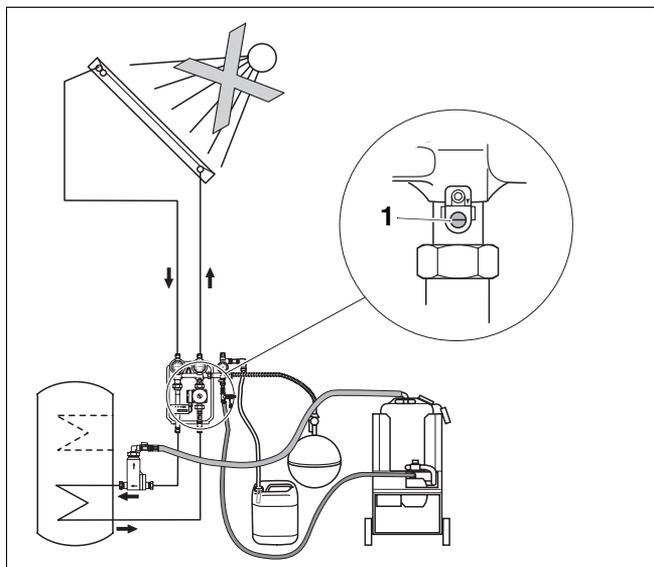

Abb. 27 Schwerkraftbremse(n) schließen
- Schließen Sie die Schwerkraftbremse(n) (Abb. 27, Pos. 1) der Kompletstation.